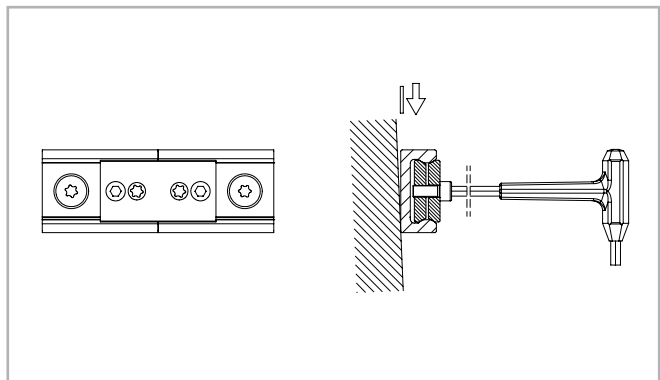

Abb. 81
- (3) Platzieren Sie die Fluchtvorrichtung am Schienenstoß und ziehen Sie beide Einstellschrauben gleichmässig an, bis die Laufbahnen ausgerichtet sind (s. Abb. 81).